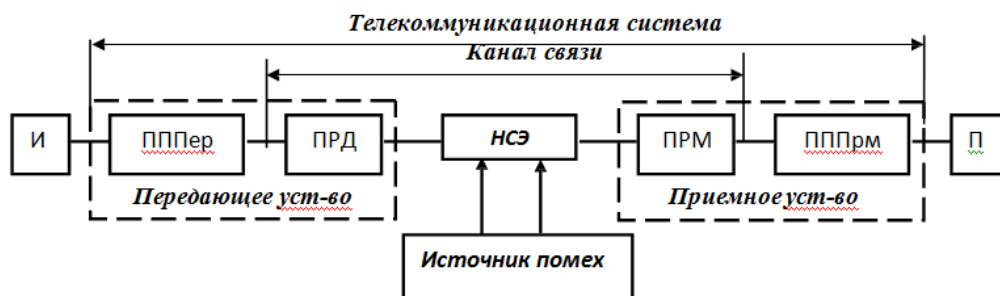

Рис. 5. Обобщенная структурная схема систем электросвязи
3. Совокупность оборудования (аппаратуры) для передачи/приема сигналов электросвязи называется **системой электросвязи** или **телекоммуникационной системой** (рис. 5).